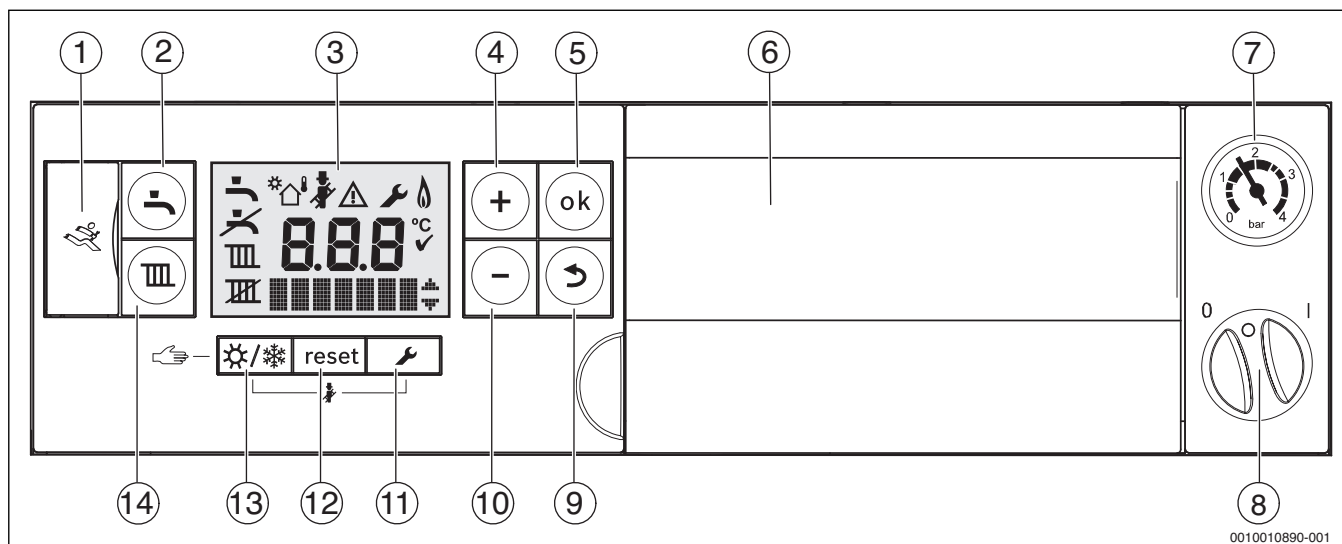

Bild 1 Panel med locket för kontrollpanelen öppet
- ▶ Koppla till apparaten via Till/från-brytaren (→ bild 1).
- ▶ Slå av apparaten via till/från-brytaren (→ bild 1).
Tab. 1 Symboler i displayen (→ bild 1)